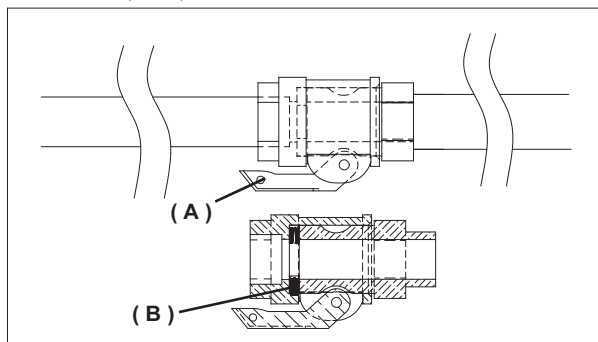

FIG.6a
Dopo aver piazzato la macchina, preparare un secchio con una quantità pari a circa 10l. di boiacca. Versare la boiacca nella tramoggia della macchina o, nel caso si utilizzino prodotti coloranti direttamente nella tubazione della macchina prima di collegarla. In quest'ultimo caso versare in tramoggia circa 10l. di prodotto colorato. Prendere i tubi del materiale, controllare che siano in buono stato, che i raccordi siano integri e le relative guarnizioni presenti, collegarli al collettore di mandata e alla lancia spruzzatrice. Controllare che le leve a camme (A) dei raccordi siano correttamente serrate e che la guarnizione (B) sia presente come in fig.6a